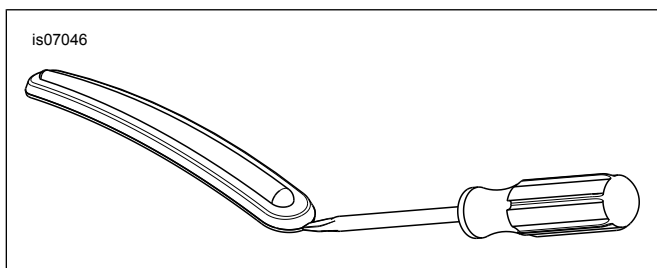

Figura 2. Remoção da faixa de acabamento do para-lama
- b. Veja Figura 2 . Introduza a ponta da chave de fenda entre o aro cromado e a faixa de acabamento de borracha.